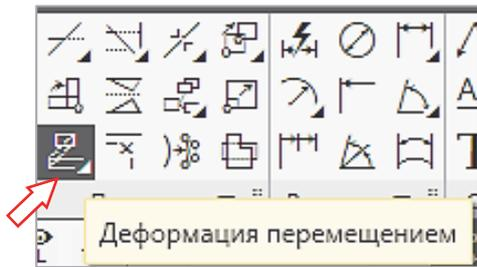

Рис. 2.15-2
1. Вызвать команду **Черчение** → **Правка** → **Деформация перемещением**  (рис. 2.15-2).